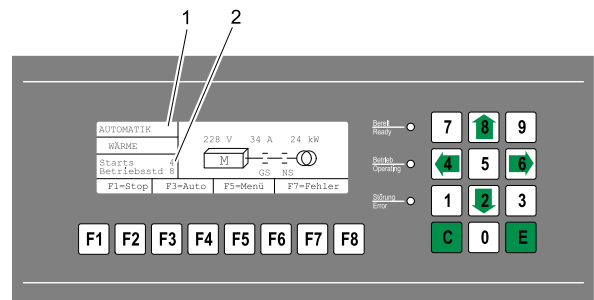

Рис. 4 Считывание часов эксплуатации на дисплее блока управления и индикации модуля БТЭС VITOBLOC 200
- Считать часы эксплуатации (Рис. 4, поз. 1) и в соответствии с планом техобслуживания своевременно вызвать специалистов по техобслуживанию.